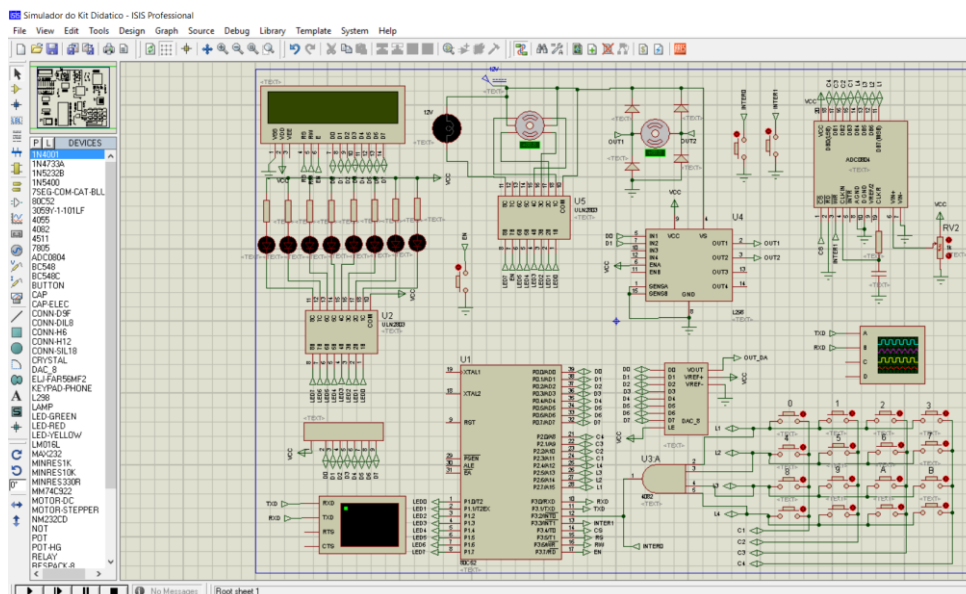

Fig. 2.2 – Tela inicial do Simulador Proteus
Passo 1: Encerre a simulação no MCU 8051 e inicialize o “Kit Didático Virtual” (Fig. 2.2), desenvolvido no programa “Proteus”. Esse programa deverá ser usado aqui para visualizar a onda quadrada gerada no pino P1.0. O osciloscópio digital do Proteus deve ser usado para mostrar a onda quadrada no pino P1.0 do microcontrolador. Utilize o canal A do osciloscópio.